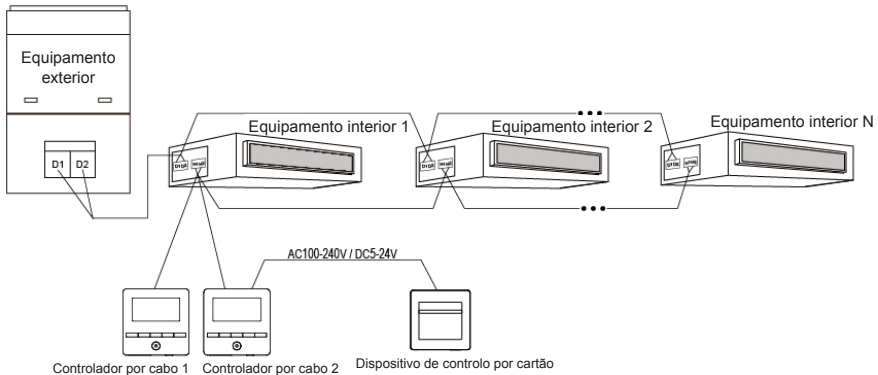

Figura 3.11 Método de ligação 2 entre o controlador por cabo e o controlo por cartão
- ① O controlador por cabo 2 na figura 3.11 pode ser configurado como controlador principal ou secundário;
- ② O controlador por cabo 1 na figura 3.11 pode ser o modelo XK49 ou outros modelos.
- (4) A potência de entrada do dispositivo de inserção/remoção do cartão de controlo por cartão é compatível com o controlador por cabo: CA 100-240 V~50/60 Hz, CC 5~24 V. Na prática, ligue o cabo de alimentação de rendimento do controlo por cartão à interface de alimentação do controlador por cabo correspondente, de acordo com o tipo de rendimento de alimentação do dispositivo de controlo por cartão (Consulte o ponto 3.1.4 Instalação para a ligação do cabo de alimentação de uma interface específica). O controlador por cabo determina a colocação e ausência do cartão, detetando a alimentação do dispositivo de controlo por cartão. O processo de deteção é o seguinte: